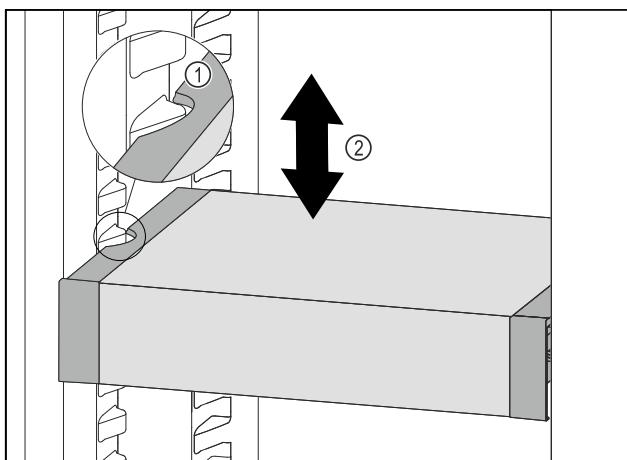

Fig. 120
- ▶ Потягнути VarioSafe вперед, поки бокові заглиблення VarioSafe не опиняться на рівні ребра для резервуара в охолоджувальному відділенні. Fig. 120 (1)